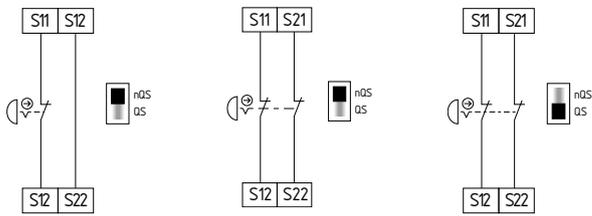

Fig. 8 Fig. 9 Fig. 10
**Circuit d'arrêt d'urgence à 1 canal avec organes de commande selon EN ISO 13850 et EN 60947-5-5 (Fig. 8)**